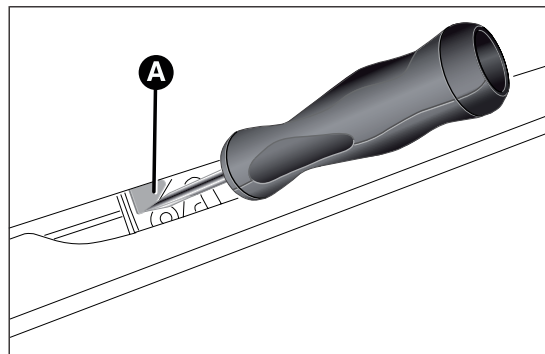

fig. 78
- à l'aide du tournevis, retirer la languette jaune A fig. 78 ;